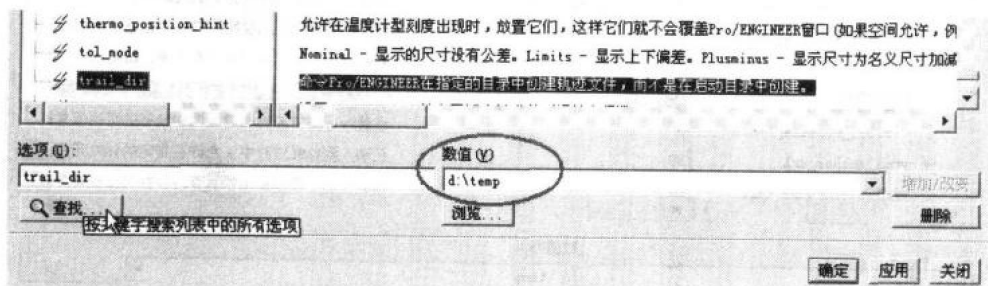

图1-14 编辑器中的选项字段
(2) 编辑组态档：完成查找选项后，接着将鼠标移至输入值字段中并敲击鼠标左键，该字段会以深蓝色显示，此时使用者可以在【数值】选项框输入所需的值(如 D:\temp 等)，完成后按下【应用】，即完成组态档(config.pro 文件)选项输入值字段的修改，如图 1-14 所示。